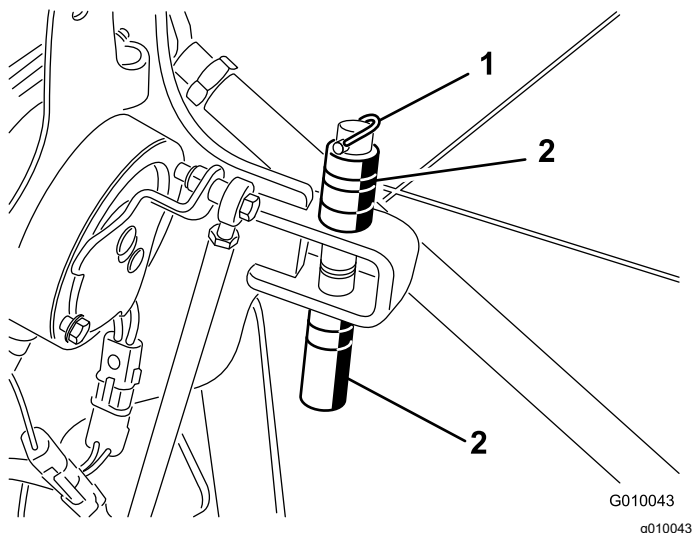

図 20
2. スペーサと深さピンを止めているリンチピンを外す 図 20。